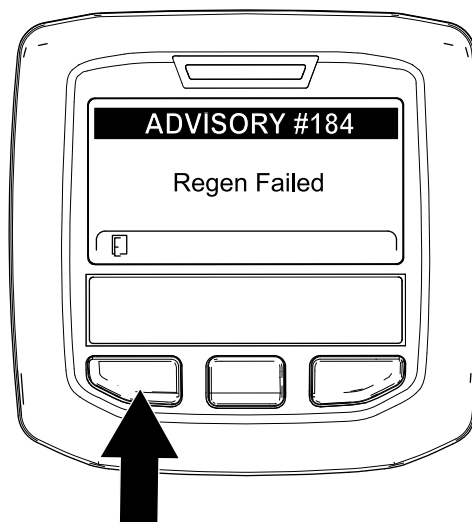

Bild 97
**Hinweis:** Wenn die Regenerierung nicht abgeschlossen wird, wird im InfoCenter „Advisory #184“ (Bild 97) angezeigt. Drücken Sie die linke Taste, um den Begrüßungsbildschirm anzuzeigen.